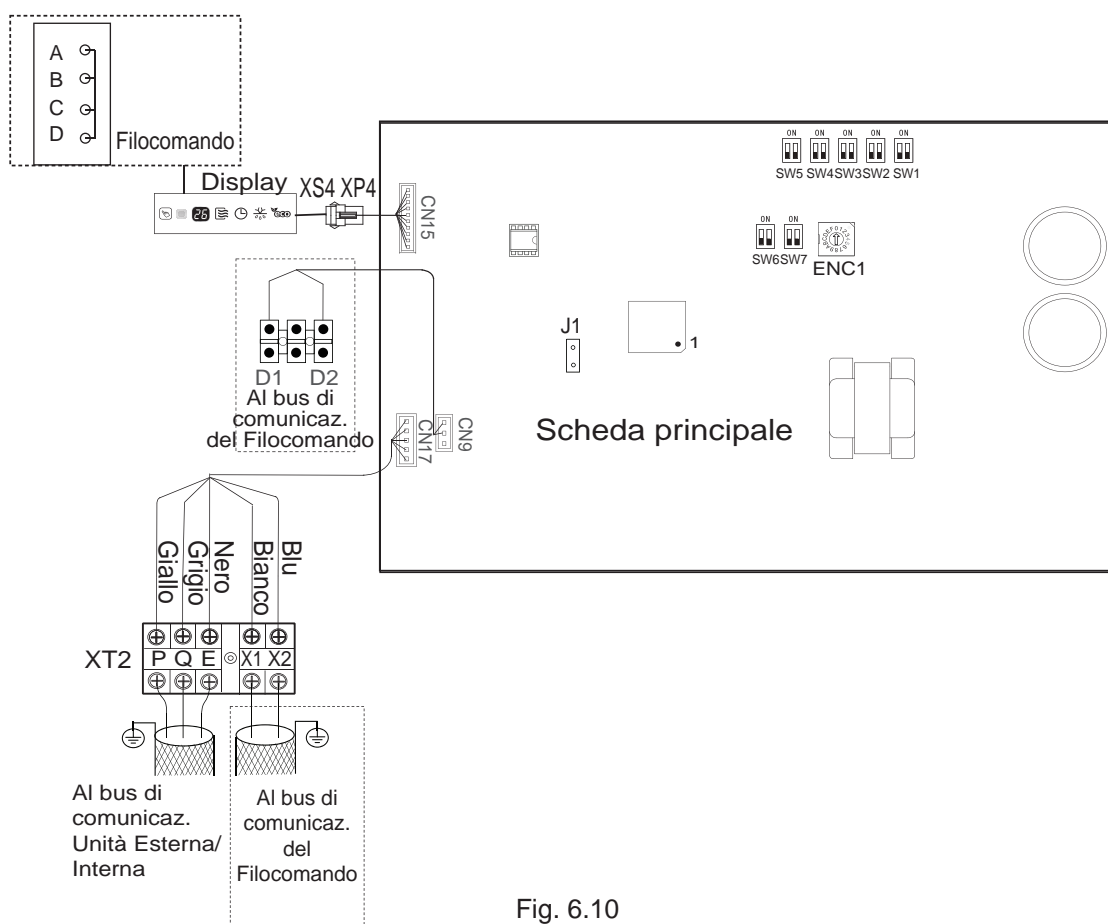

Fig. 6.10
- ♦ Le porte X1/X2 e D1/D2 ai lati della scheda principale di controllo, e la porta di comunicazione unidirezionale (lato scheda display) sono per diversi tipi di Filocomando (vedi Fig. 6.10).